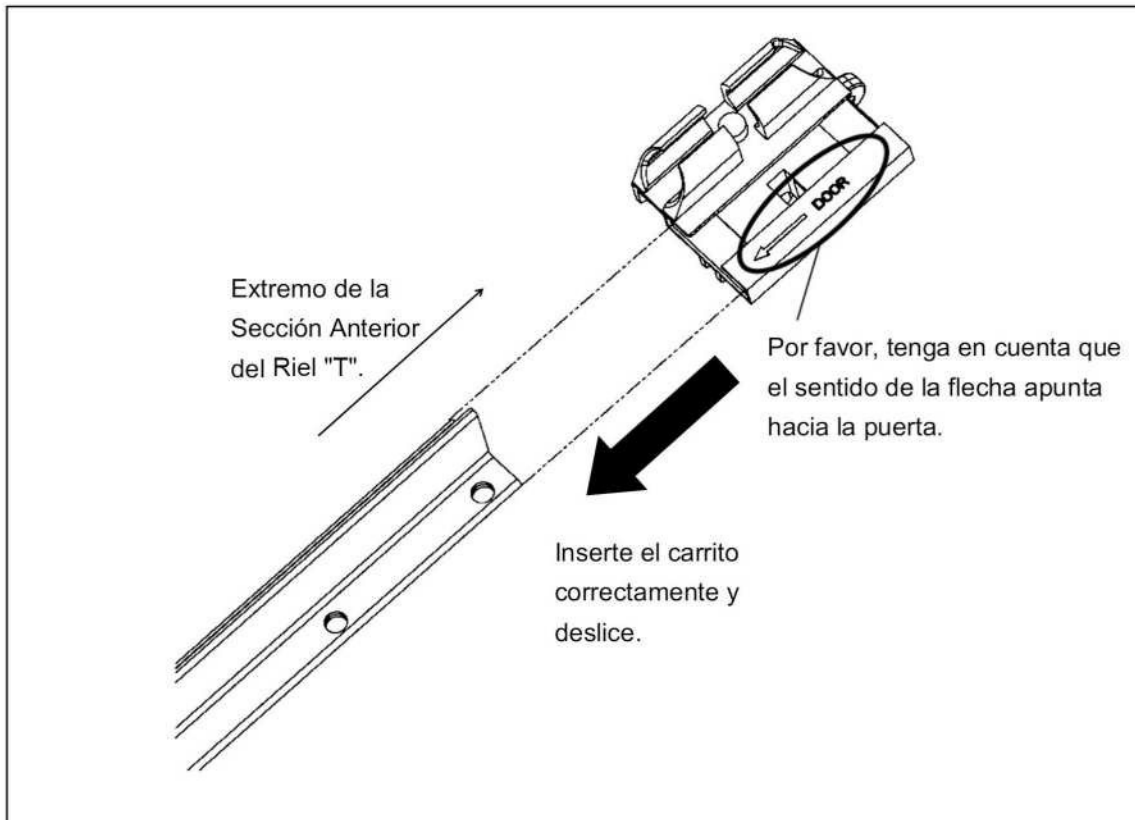

Fig.25
5.10.-Instalación del Carro de Aluminio sobre el Riel "T" (Fig.25).